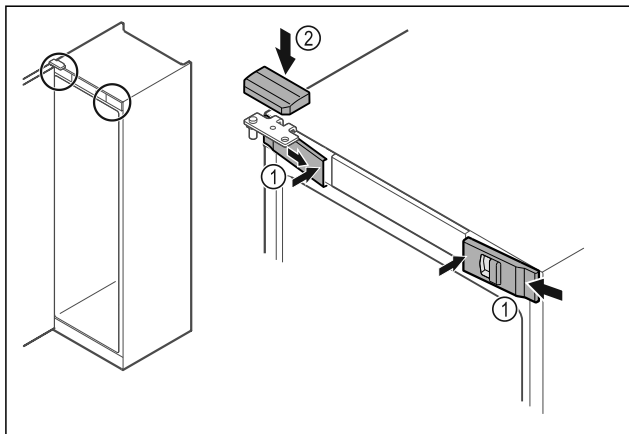

Fig. 36
- ▶ Přední kryty Fig. 36 (1) bočně zahákněte a zaklapněte dovnitř.
- ▶ Horní kryt Fig. 36 (2) shora zaklapněte.